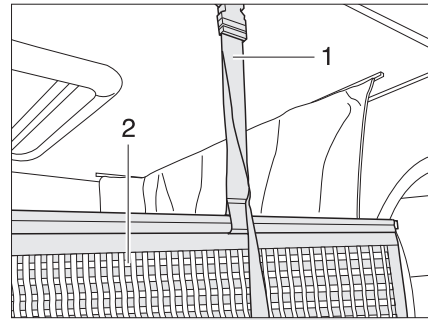

Fig. 94 Soporte red de seguridad
La red de seguridad (Fig. 94,2) con los cinturones de sujeción está guardada debajo del colchón. Tender la red de seguridad cuando las personas ya se encuentren en la cama elevada.
- Engatillar las cinturones de sujeción (Fig. 94,1) en los soportes en el techo.